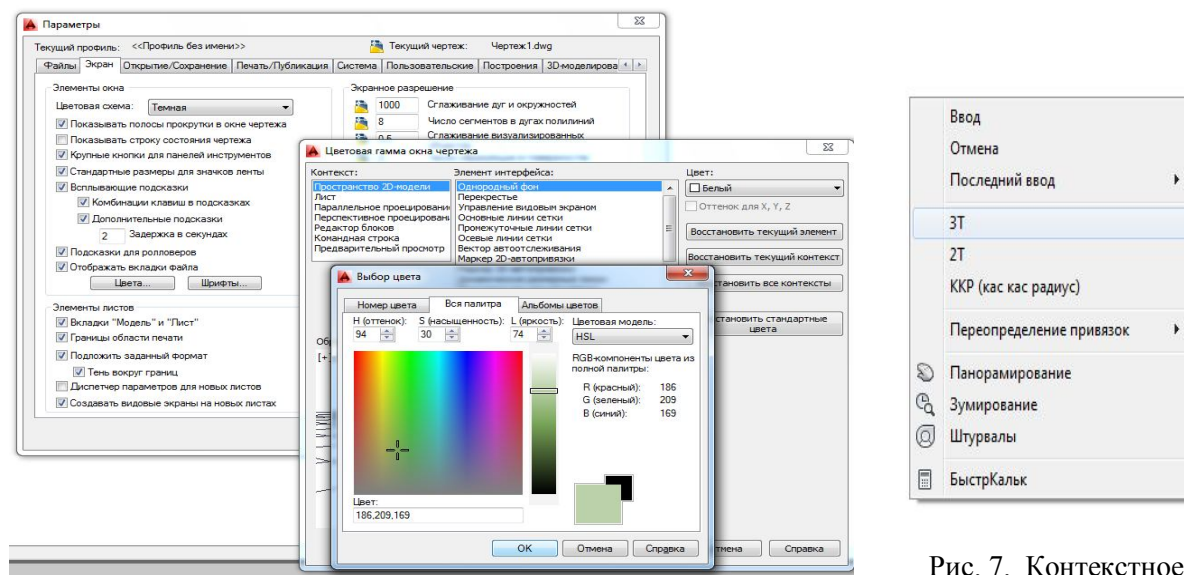

Рис. 6. Окно **Параметры...**
- в командной строке щелчок ПКМ позволяет вызвать окно **Параметры...** программы AutoCAD. В этом окне, открыв вкладку **Экран**, можно изменить цвет экрана, величину курсора и мишени (рис. 6);